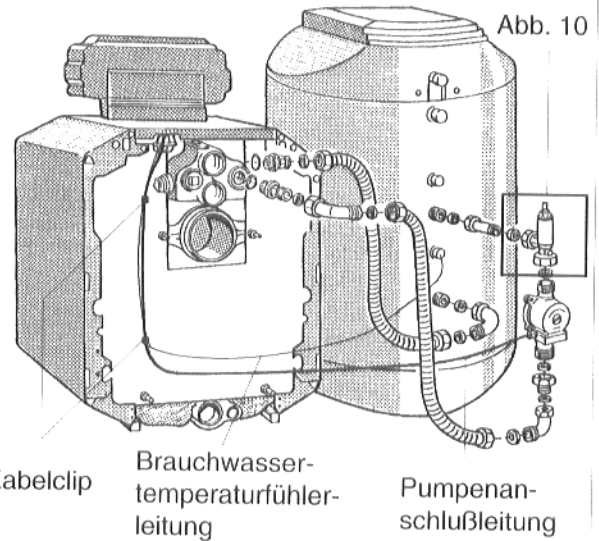

Abb. 9
- Kabelclip in die Rückwand des Heizkessel einsetzen (Abb. 9)
- Brauchwassertemperaturfühlerleitung und Pumpenanschlußleitung sorgfältig verlegen und in die Kabelclips einrasten (Montageanweisung Kessel bzw. Speicher; Abb.9).